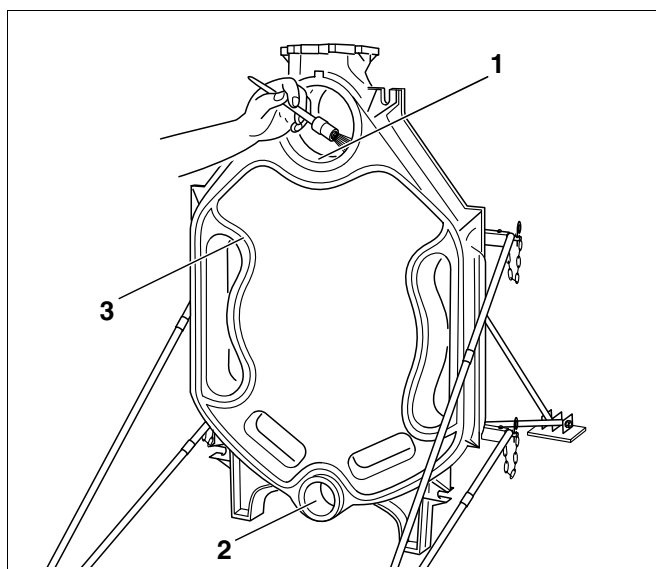

Fig. 10 Préparation des rainures d'étanchéité et moyeux
- Le cas échéant, nettoyer les rainures d'étanchéité avec une brosse métallique et un chiffon (fig. 10, **pos. 3**).
- Nettoyer les surfaces d'étanchéité des moyeux (fig. 10, **pos. 1 et 2**) avec une toile émeri et un chiffon imbibé d'essence.